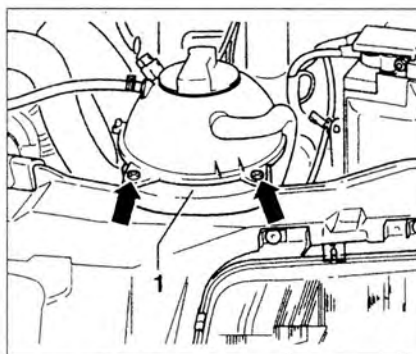

Рис. 4.3. Открутите винты крепления расширительного бачка (стрелки) и закрепите его сбоку.
5. Открутите винты крепления расширительного бачка (стрелки) и закрепите его сбоку (рис. 4.3).